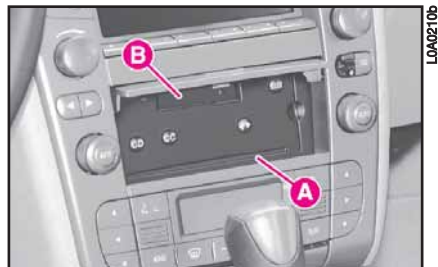

fig. 221
- lecteur CD audio/CD ROM de navigation **A** (fig. 221) sur la planche